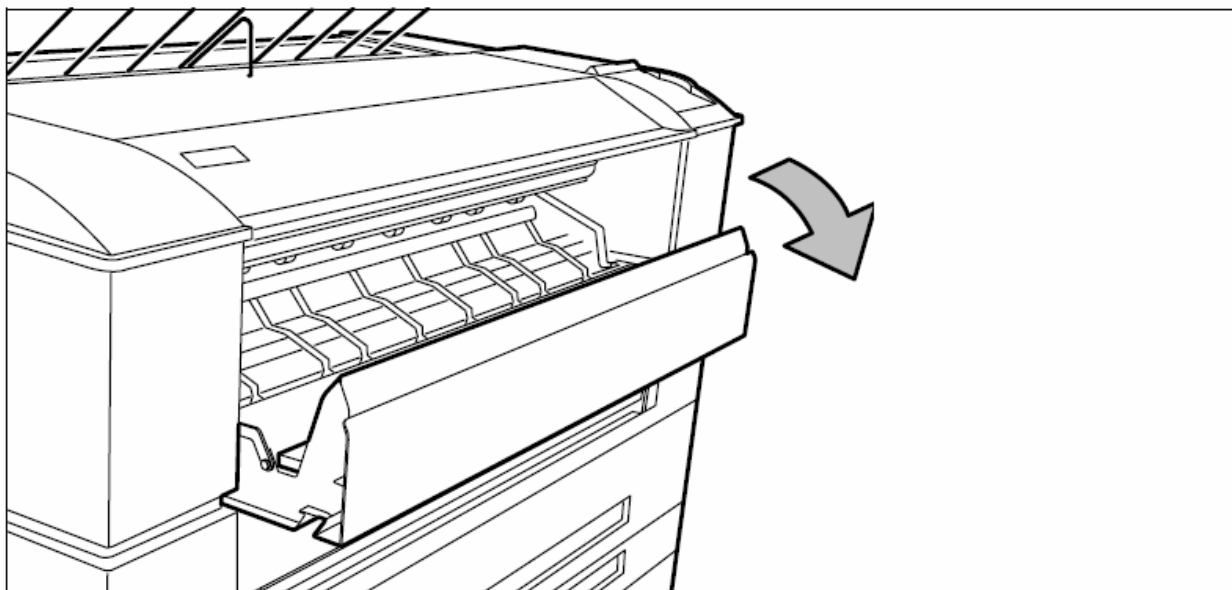

Рисунок 129. Показано, как открывать устройство для ручной подачи носителя
1. Откройте устройство для ручной подачи носителя, выдвигая его по направлению к себе (смотрите рисунок 129).